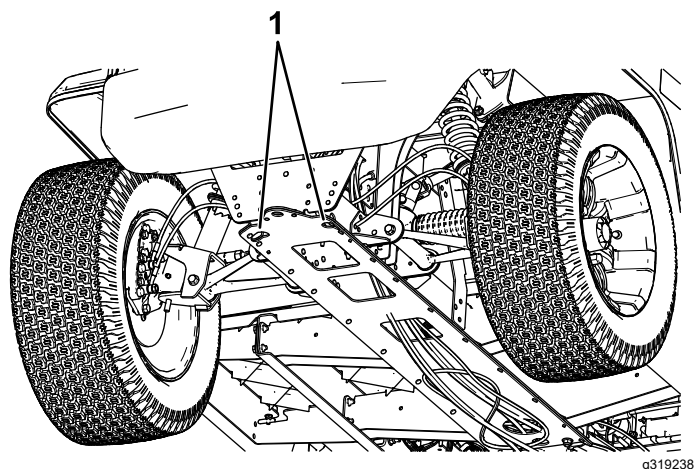
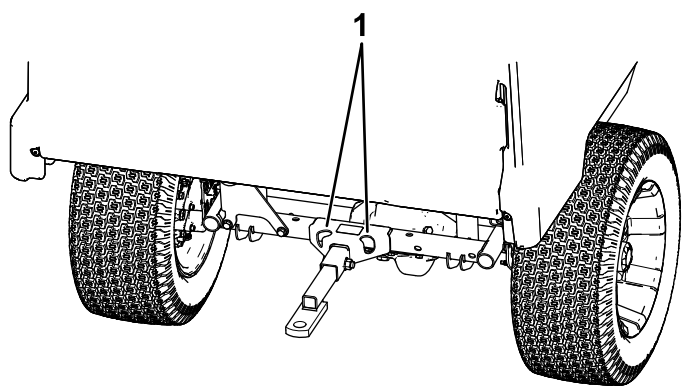

Figura 23
Figura 24
Vedere Figura 23 e Figura 24 per conoscere la posizione dei punti di attacco sulla macchina.
2. Fissate una fune di traino al timone sulla parte anteriore del telaio della macchina (Figura 23).